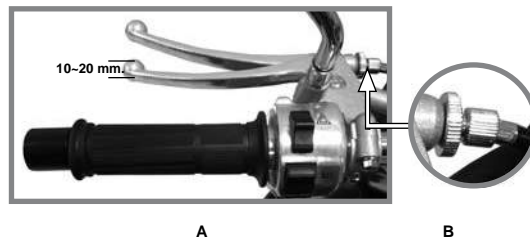

Imagen 8. Ajuste de la palanca del embrague.
1. Ubicar la tuerca y el tornillo templador de ajuste de la palanca del embrague. Ver imagen 8-B.
3. Girar la tuerca a la izquierda para reducir la carrera libre y a la derecha para aumentarla. La carrera libre del extremo de la palanca del embrague debe estar entre los 10~20 mm. Ver imagen 8-A.